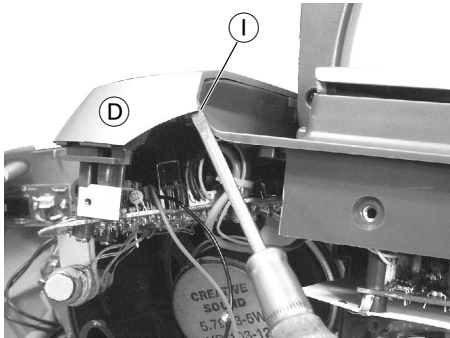
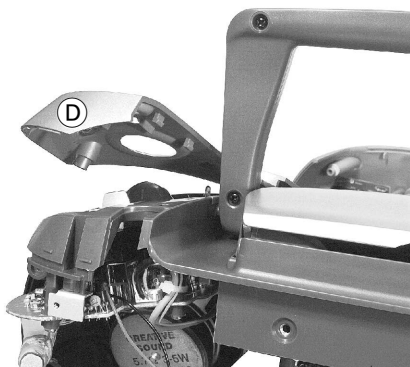

Fig. 6
Fig. 8
Die Abdeckungen werden durch Rastnasen gehalten und sind **zusätzlich** an den **markierten Stellen verklebt**. Abdeckungen ② und ① an den Punkten ① abhebeln (Fig. 6 und 7). Diese Abdeckungen **vorsichtig** nach oben biegen (bei Bedarf die Abdeckungen durch **vorsichtiges** abhebeln ganz abnehmen) und Gehäuseoberteil herausziehen (Fig. 8 und 9). Wenden Sie zuviel Kraft auf, können Rastnasen oder die Blende brechen! In Fig. 2 und 4 sehen Sie die Anordnung der Rastnasen.
The covers are held in place by locking lugs and are **in addition glued** at the **marked** spots. Lift off the covers ② and ① at the points ① (Fig. 6 and 7). **Carefully** bend up these covers (if necessary remove the covers completely by **carefully** lifting them off) then pull out the top part of the cabinet (Fig. 8 and 9). If you apply too much force the locking lugs or the trimplate might break! Fig. 2 and 4 show the locations of the locking lugs.